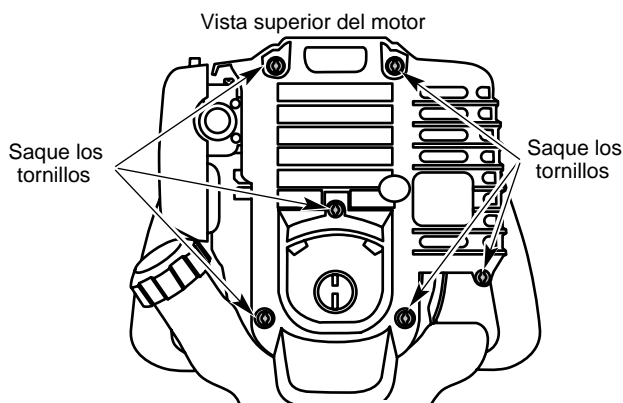

Fig. 52
1. Quite los dos (6) Tornillos de encima de la tapa del motor con un destornillador de pala o Torx #25 (Fig. 52).
4. Saque la cubierta del motor (Fig. 52).
1. Apague el motor y espere que se enfríe. Retire los seis (6) tornillos de la parte posterior de la tapa del motor con destornillador de cabeza plana o Torx No. T-25 (Fig. 52).